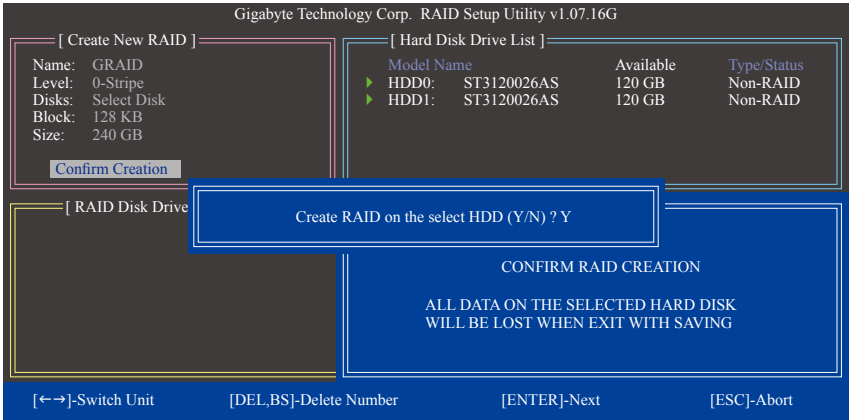

图7
6. 确认建立磁盘阵列(Confirm Creation): 完成以上设置后光标将自动跳至「 Confirm Creation」项目, 请按<Enter>键, 当确认信息出现时, 确定制作磁盘阵列请按<Y>, 取消请按<N> (图7)。